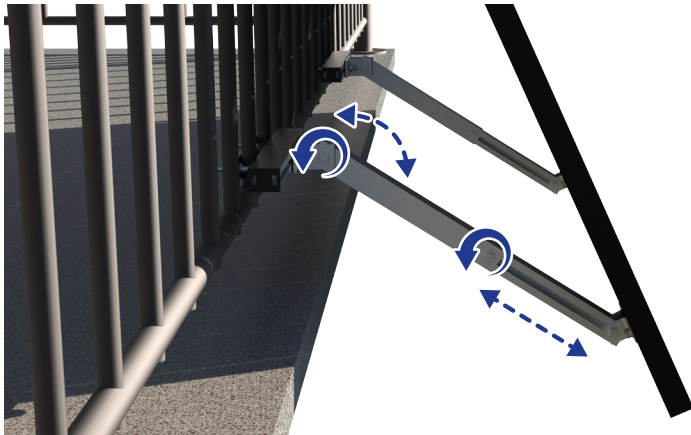

Fig. 9
15. Regolare l'inclinazione e l'estensione della barra telescopica nella posizione definitiva e serrare i bulloni (↗Fig. 9).